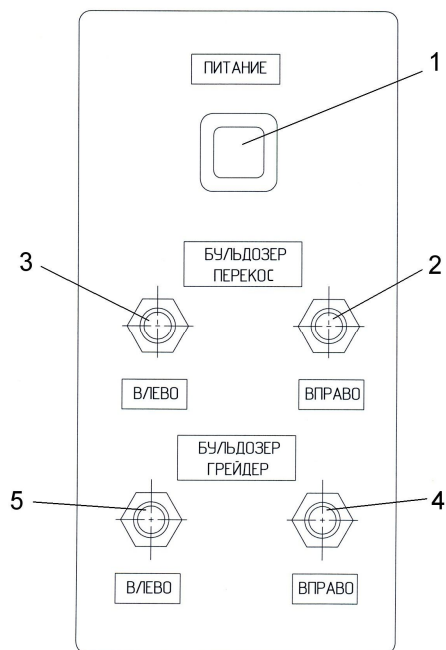

Рис. 53 Пульт управления отвалом
- включить на пульте управления отвалом поочередно переключатели 2 или 3 (рис. 53) до установки отвала в исходное положение. При этом отвал займёт положение, при котором угол перекоса отвала равен 0°С;